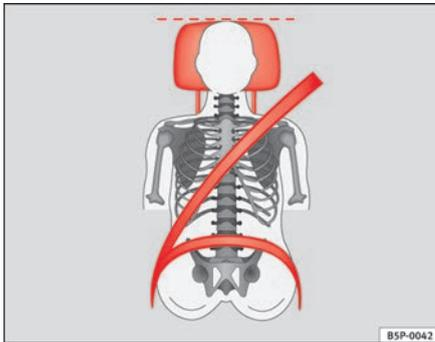
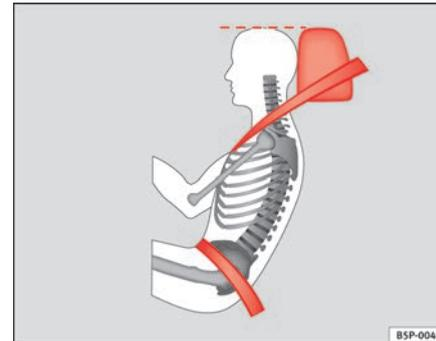

Fig. 88 Visto de frente: apoyacabezas y cinturón ajustados correctamente
Fig. 89 Visto de lado: apoyacabezas y cinturón ajustados correctamente
- Ajuste el apoyacabezas de modo que el borde superior del mismo quede a la misma altura que la parte superior de la cabeza, como mínimo a la altura de los ojos. ⇒ fig. 88 y ⇒ fig. 89.